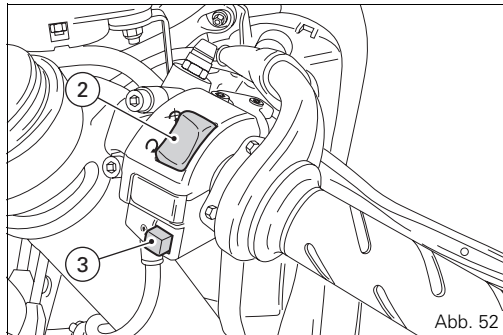

Abb. 52
2) Sicherstellen, dass sich der Stoppschalter (2, Abb. 52) auf  (RUN) befindet, dann den Startknopf (3, Abb. 52) drücken.